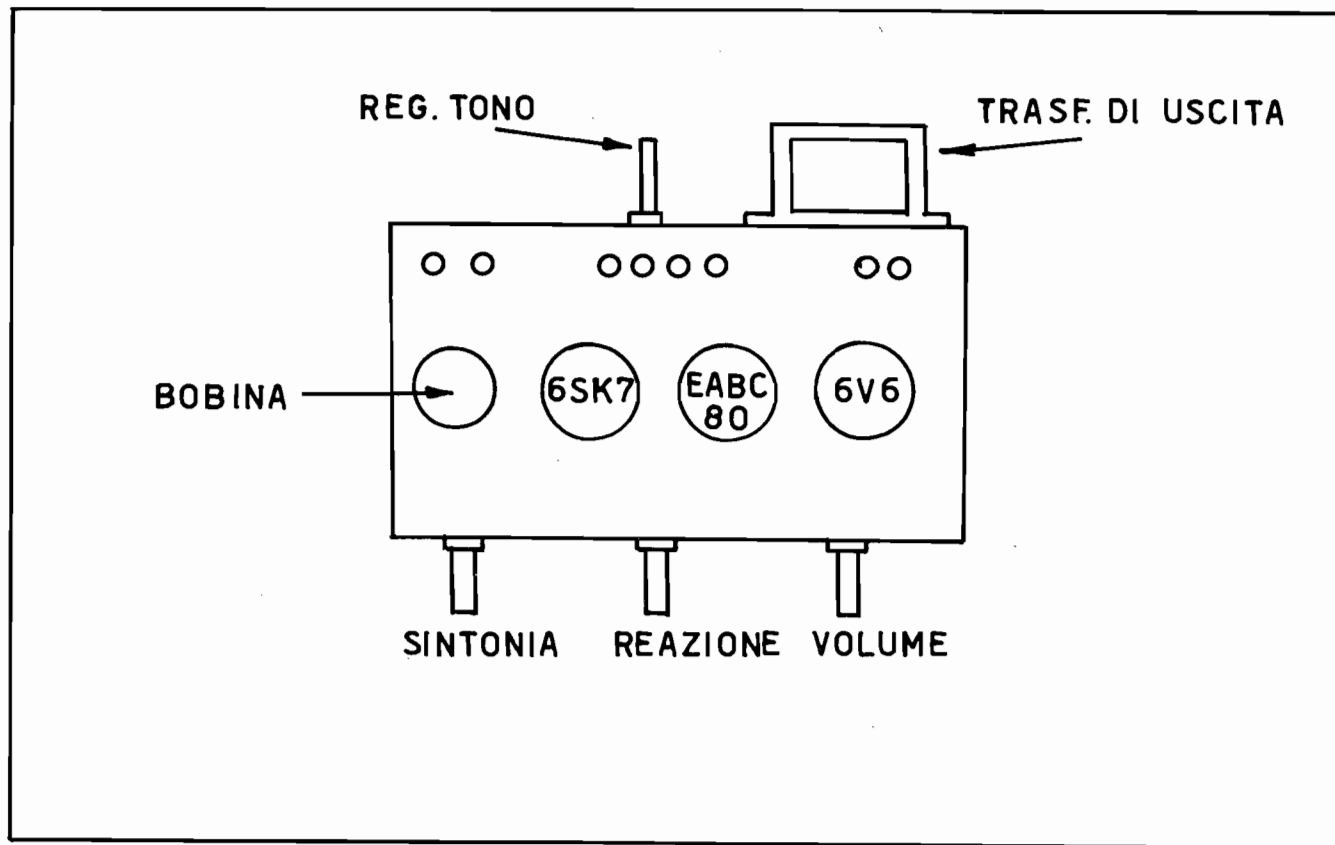

Fig. 2
2) - PREPARAZIONE DEL TELAIO (fig.2)